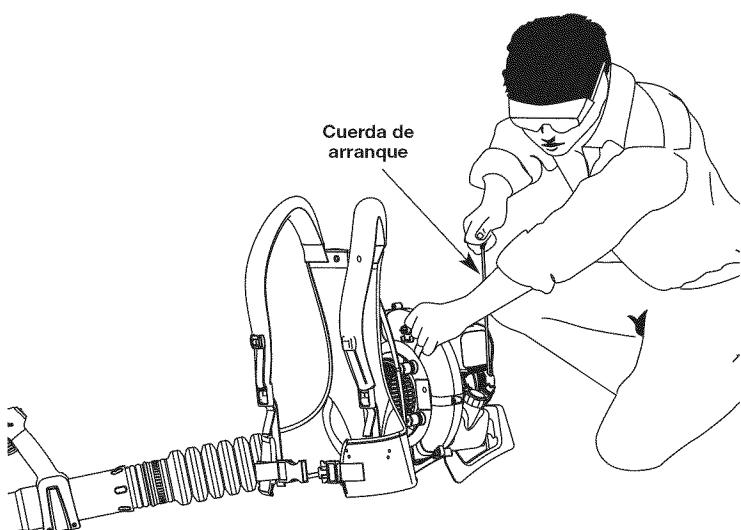

Fig. 16
ADVERTENCIA: Evite los arranques accidentales. Colóquese en posición de inicio cuando tire de la cuerda de arranque (Fig. 16). El operador y la unidad deben estar en una posición estable al arrancar la unidad para evitar graves lesiones personales. Para evitar lesiones personales graves, asegúrese de que los tubos de la sopladora estén colocados antes de hacer funcionar la unidad.
5. Colóquese en la posición de arranque (Fig. 16). Tire de la cuerda de arranque **5 veces** en un movimiento controlado.